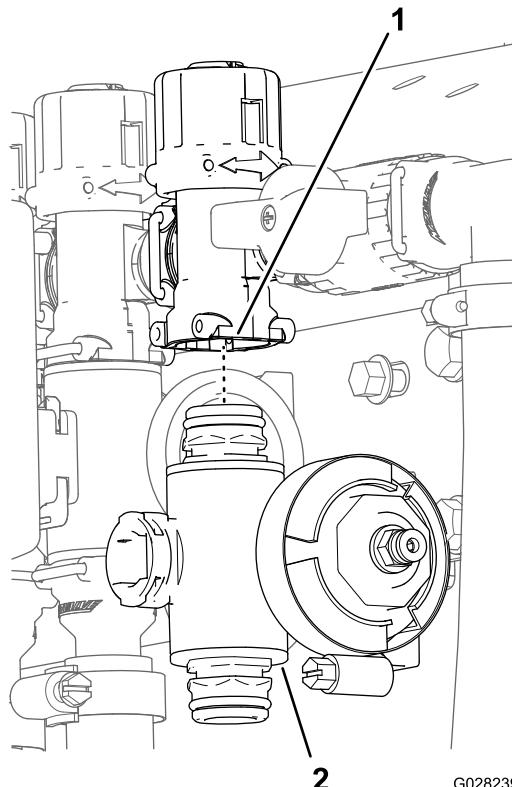

Figura 138
- Retire o coletor da válvula de secção da máquina (Figura 138).